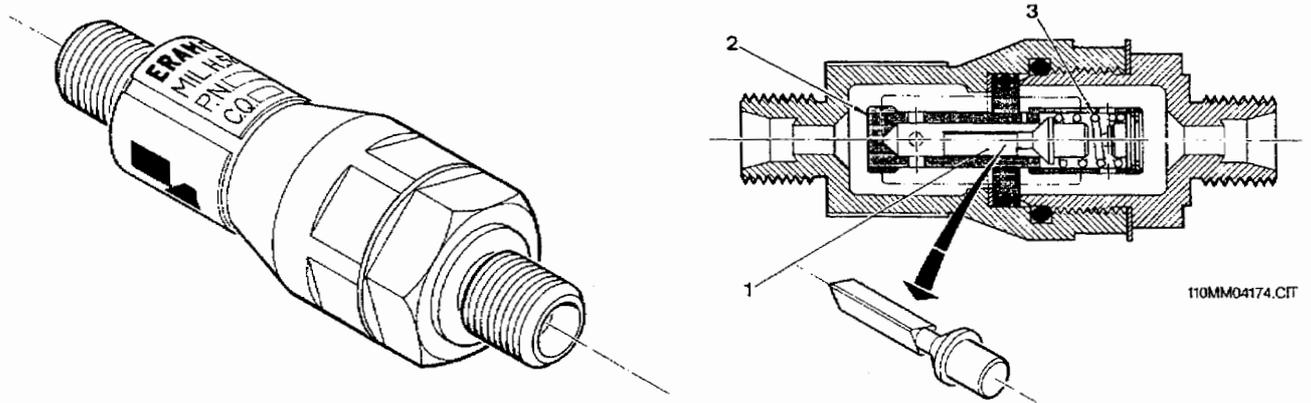

Figura 4-22. Válvula de Laminarização
#### 4-22. VÁLVULA DE LAMINARIZAÇÃO (figura 4-22)
O detalhe da figura 4-22 apresenta o pistão (1) com seu prolongamento prismático, destinado a mantê-lo centrado na camisa (2), revestida com a tela que atua como filtro protetor.